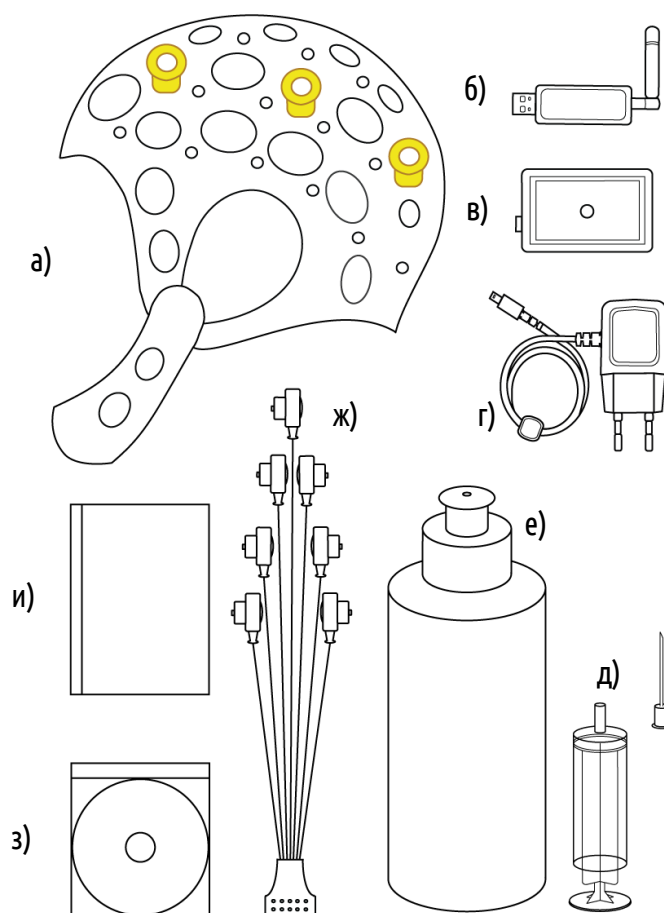

Рисунок 1. Комплект поставки
- ✓ ЭЭГ шлем с семью пластиковыми держателями электродов (рис. 1а)
- ✓ Устройство регистрации «Нейробелт» (рис. 1в)
- ✓ Приемопередатчик сигналов, подключающийся к компьютеру (рис. 1б)
- ✓ Блок питания для устройства регистрации «Нейробелт» (рис. 1г)
- ✓ Комплект из электродов (рис. 1ж)
- ✓ ЭЭГ гель (рис. 1е)
- ✓ Шприц для нанесения электропроводящего геля (рис. 1д)
- ✓ Установочный диск (рис. 1з)
- ✓ Руководство по эксплуатации (рис. 1и)